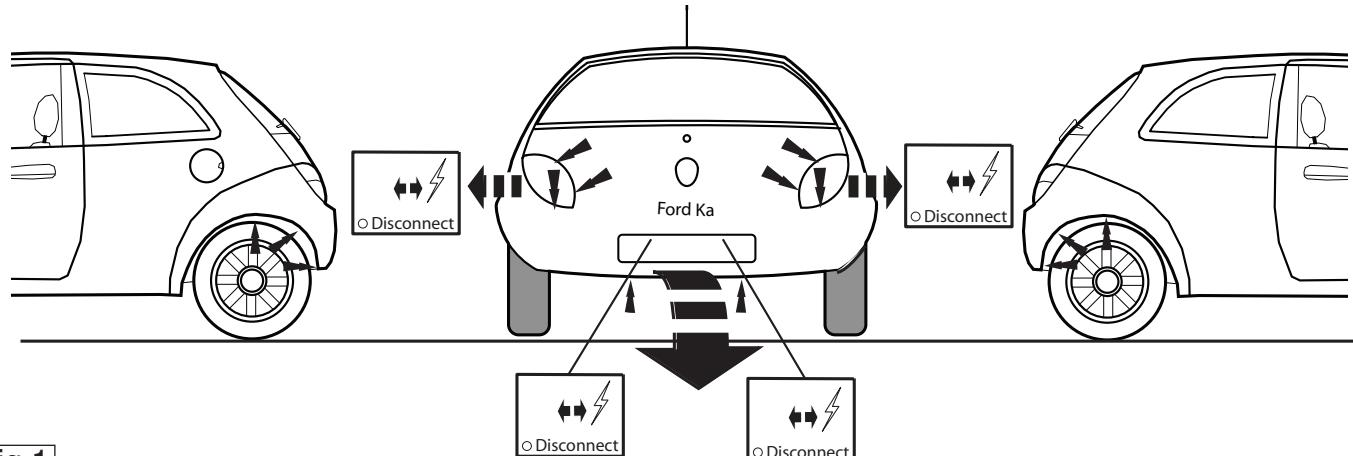

Fig.1
1. Снять бампер вместе со стальным буферным бруском автомобиля. (См. рисунок 1).